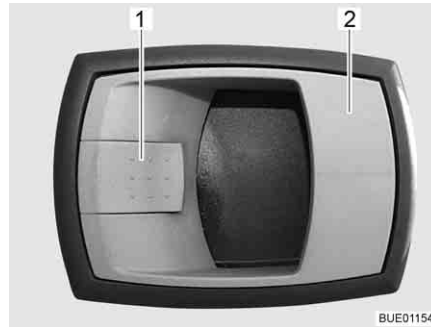

Fig. 30 Serrure de la porte cellule, à l'intérieur
- Tirer sur la poignée (Fig. 30,2). La serrure de la porte est déverrouillée.
- Appuyer sur le levier de sécurité (Fig. 30,1).